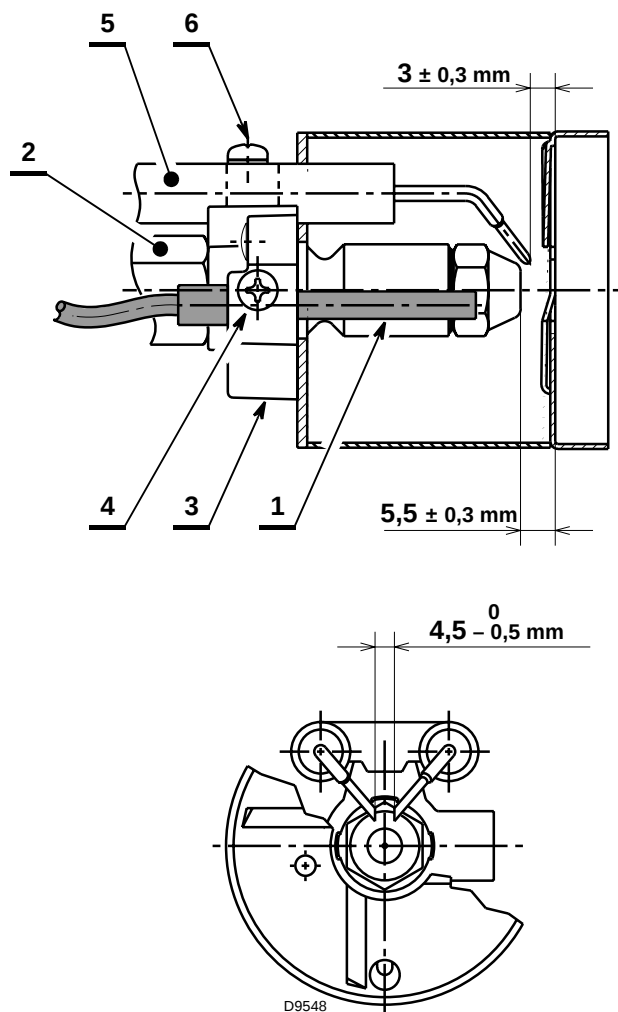

Abb. 17
- setzen den Stauscheibenhalter-System 3) (Abb. 17) gegen den Düsenstock 2) und befestige ihn mit der Schraube 4).
- die optische Faser 1) (Abb. 17) in die Stauscheibenhalterung 3) einführen und sicher stellen, dass sie sich am Anschlag befindet.